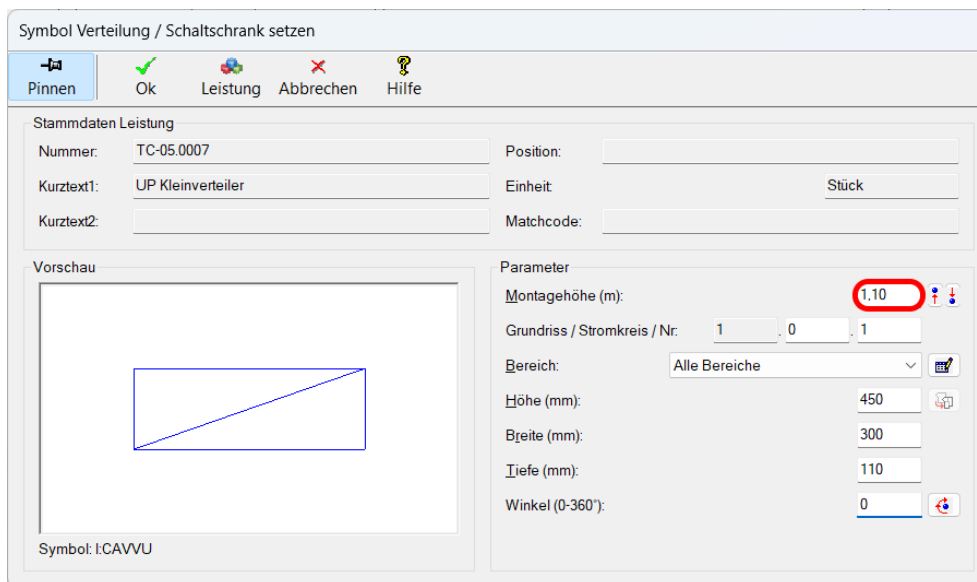

Abbildung 2.4.7: Parameterdialog zum Setzen des Kleinverteilers
- Gib als Montagehöhe² für den Kleinverteiler **1,10** (m) ein und nehme die Einstellungen der Abmessungen entsprechend der nachfolgenden **Abbildung 2.4.7** vor. Bestätige die Angaben anschließend mit der Schaltfläche **OK** oder der Taste **[EINGABE]**.